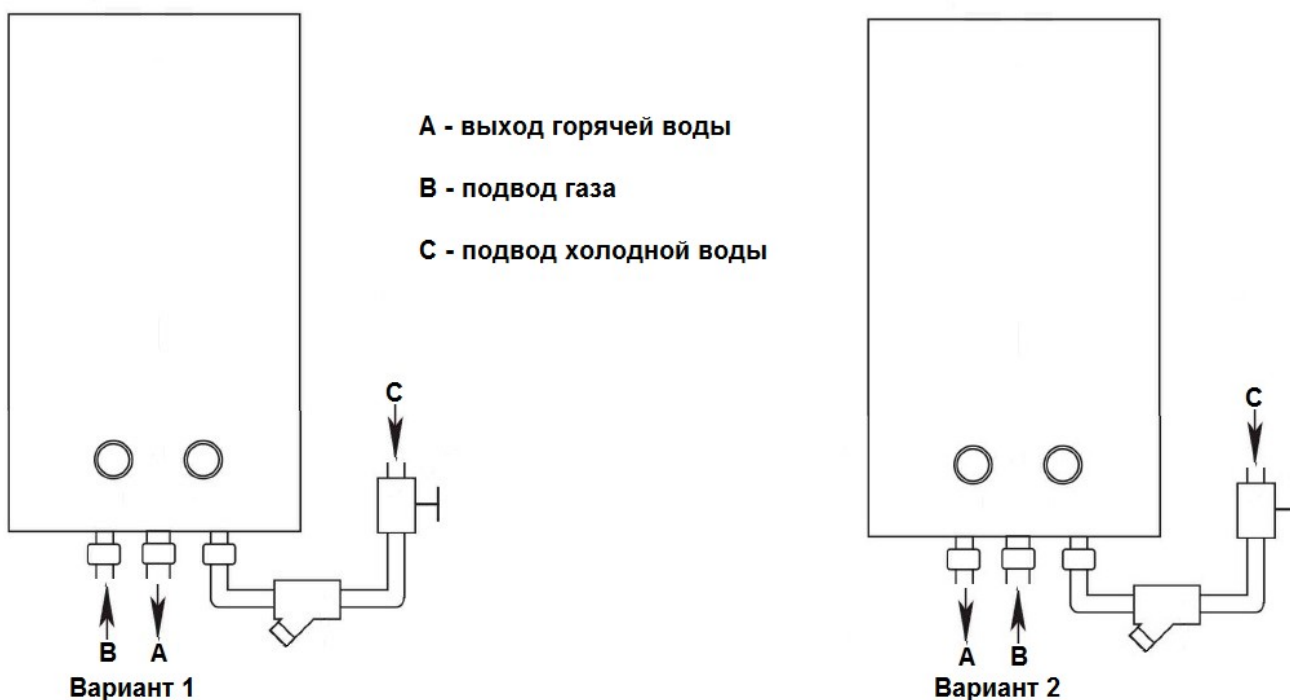

Рис. 12
- убедиться в вариантах расположения штуцеров входа холодной и выхода горячей воды, а также штуцера подачи газа, согласно надписям на нижней части корпуса водонагревателя (Рис. 12);